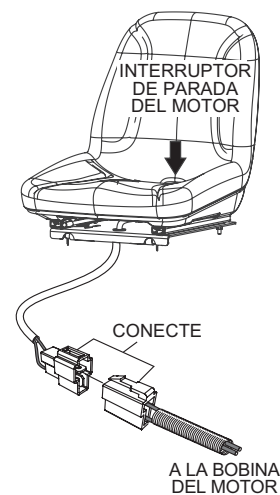

Figura 8. Interruptor de parada del motor (asiento)
4. Conecte el cable del interruptor de parada del motor (asiento) al enchufe correspondiente según se muestra en la Figura 8.